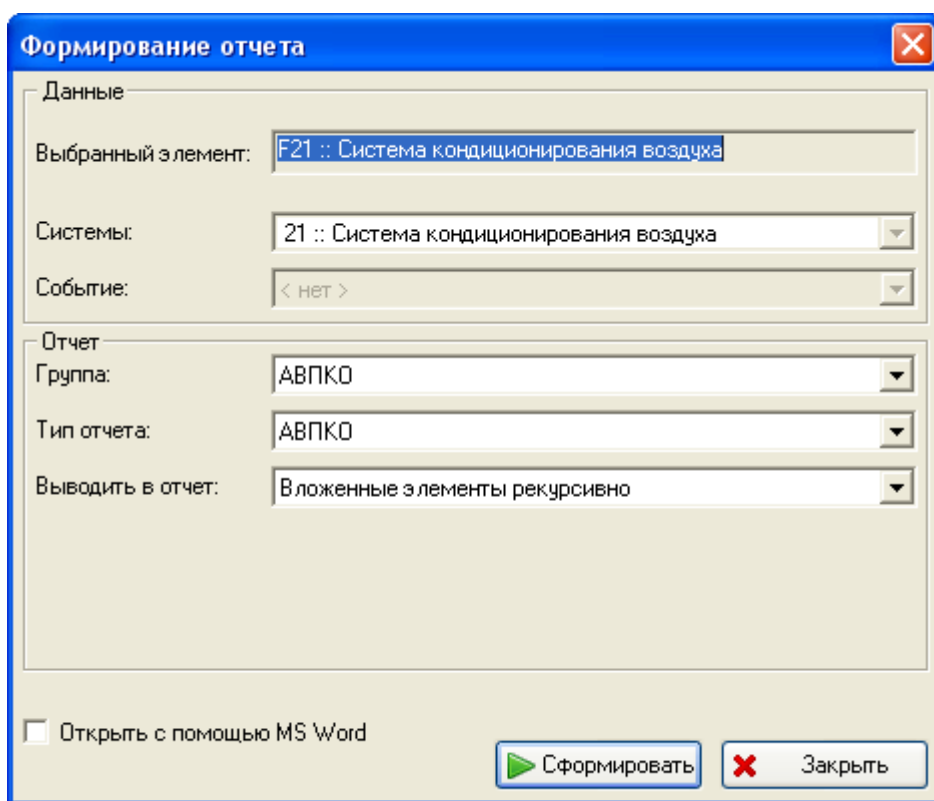

Рис. 7-63
2. На панели инструментов нажмите на кнопку **Создать отчет** . После этого откроется окно **Формирование отчета** (рис. 7-63).